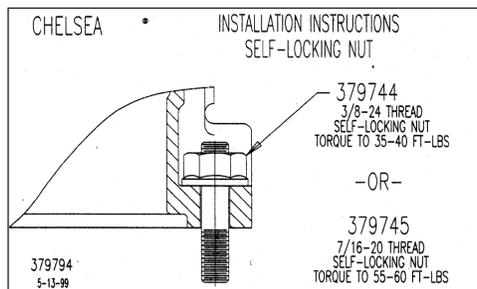

Fig. 16
17. Use as porcas de travamento automático fornecidas com a TDF (Fig. 16). **NOTA:** as porcas de travamento automático não requerem arruelas de trava.